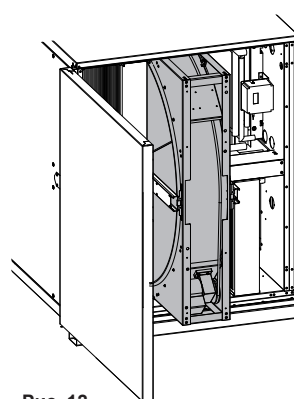

Рис. 12
- Роторный регенератор можно выдвинуть только на 20 см (см. рис. 12).